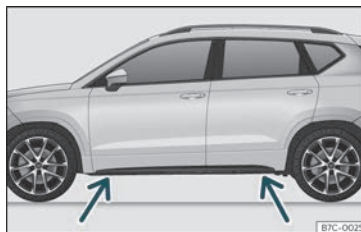

Fig. 35 Pontos de apoio do macaco.
- Procure na longarina a marca do ponto de apoio do macaco (zona afundada) mais próximo da roda a substituir >>> Fig. 35.